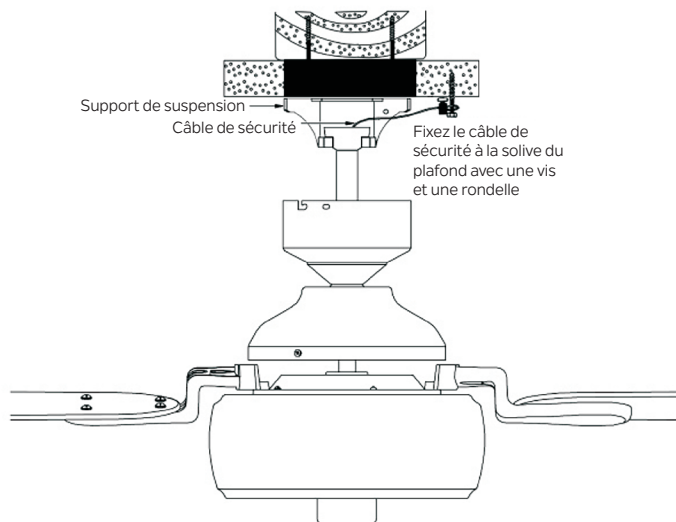

Fig. 14
Étape 1. Fixez la vis à bois et les rondelles fournies à la solive de plafond à côté du support de montage, mais ne serrez pas. (Fig. 14)